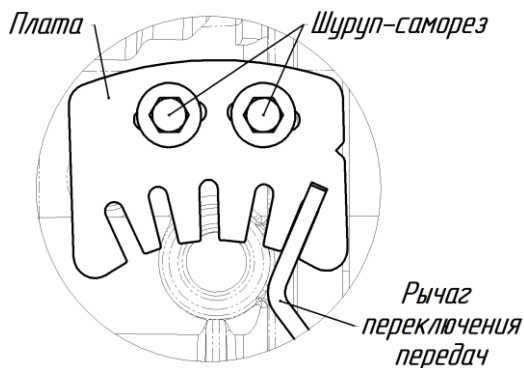

Рис.12. Настройка узла переключения передач
- выставить Плату по Рычагу переключения передач (как показано на рис.12) и зафиксировать её Шурупами-саморезами.